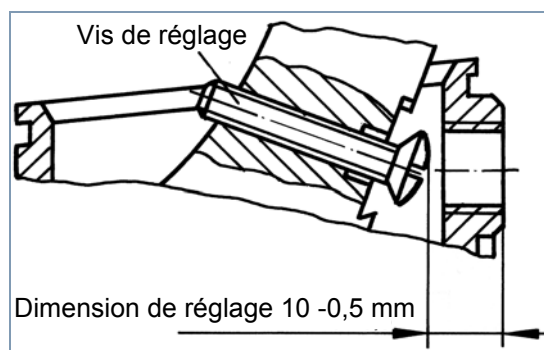

Fig. 5 Position de la vis / dimension de réglage
- Ajustez la vis de réglage (valeurs voir fig. 5) et la bloquez avec du frein filet (faible résistance).